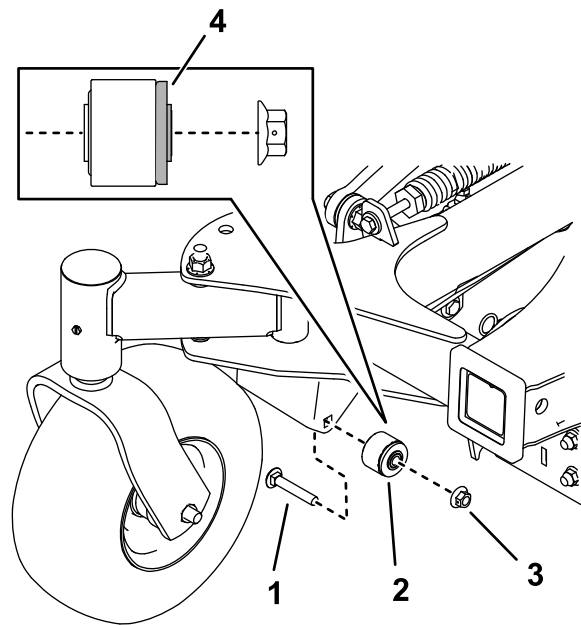

Figura 9
9. Utilice un perno de cuello cuadrado ($3/8$ " x $2 1/4$ ") y una tuerca ($3/8$ ") para instalar los conjuntos de casquillos en la máquina (Figura 9). Apriete el perno a 37–45 N·m (27–33 pies-libra).
Nota: La brida de goma del casquillo debe estar orientada hacia el interior de la máquina, como se muestra en la Figura 9.